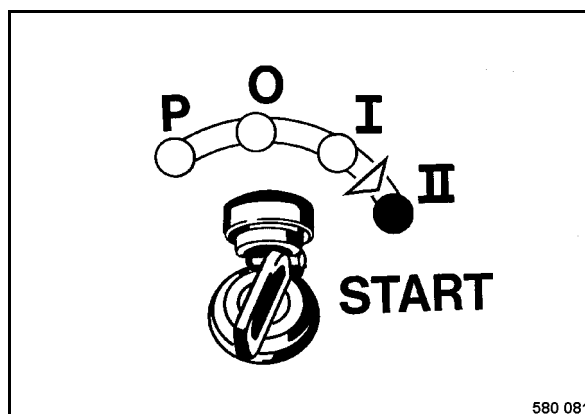

fig. 72
- Tourner la clé de contact (fig. 72) sur position "II", démarrage du moteur.